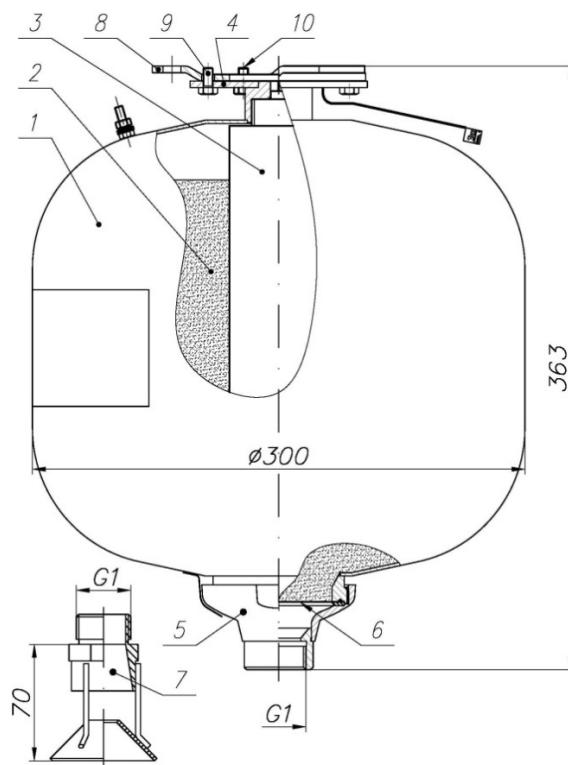

Рисунок 1 -Устройство модуля порошкового пожаротушения Буран-15КД
6.5 Соединить держатель модуля 4 (рис. 1) с кронштейном 8 так, чтобы головки болтов 10 вошли в широкие части пазов держателя модуля. После этого повернуть модуль вокруг оси до упора, болты при этом заходят в узкие части пазов идерживают модуль в подвешенном состоянии. Зафиксировать от поворота модуль относительно кронштейна болтом 9. Затянуть болты 10.
– Слесарным зубилом разрушить мембрану (поз. 6, рис.1). Высыпать огнетушащий порошок в полиэтиленовый мешок или другую водонепроницаемую емкость. Производственные помещения, в которых производится работа с огнетушащим порошком, должны быть оборудованы приточно-вытяжной вентиляцией, обеспечивающей движение воздуха со скоростью от 0,3 м/с до 0,7 м/с. При проведении работ необходимо соблюдать меры предосторожности, указанные в п.5.2 и 5.3. Порошок утилизировать согласно п.5.3.